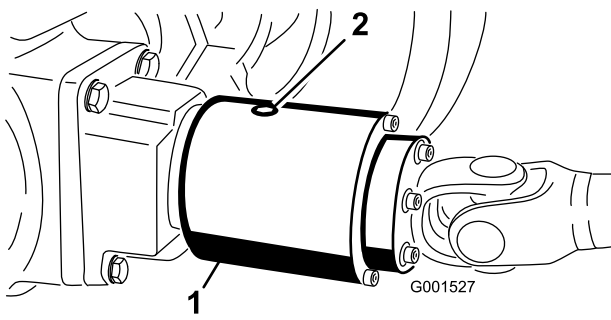

Bild 63
3. Drehen Sie die Kupplung, sodass die Ablassschraube nach unten zeigt (Bild 63).